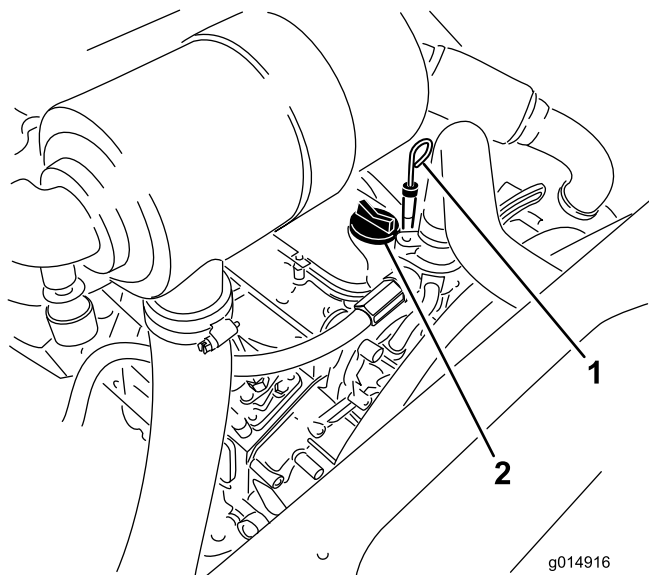

Figure 36
3. Retirez la jauge, essuyez-la sur un chiffon et remettez-la en place (Figure 36).
- Si le niveau n'atteint pas le repère maximum, enlevez le bouchon de remplissage (Figure 36) et faites l'appoint jusqu'à ce que le niveau correct soit atteint.